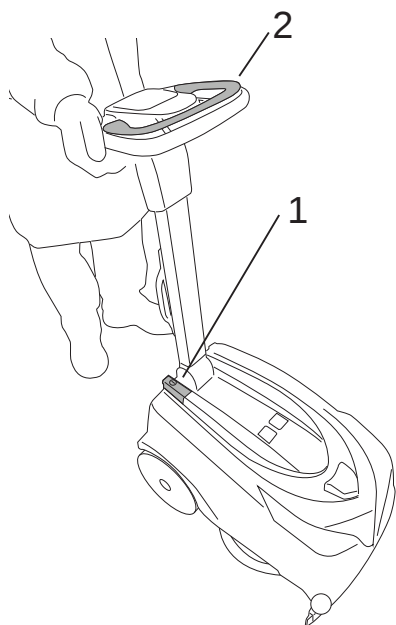
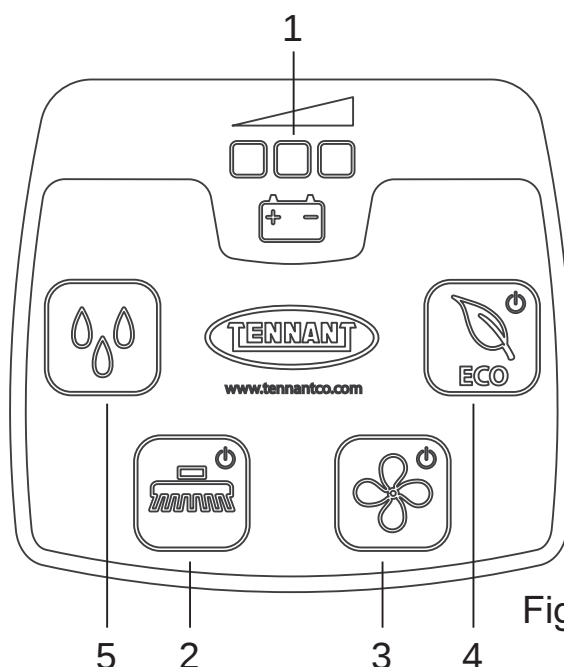

Fig.14
Fig.15
- Главный выключатель (рис. 14 - поз. 1): подключает и отключает электропитание всех функций машины.
- Кнопка щетки (рис. 15 - поз. 2) включает (индикатор включен) и выключает (индикатор выключен) функцию «Щетка»; щетка начинает работать только после нажатия «Рычага управления щеткой» (рис. 14 - поз. 2).
- Кнопка всасывания (рис. 15-поз. 3): включает (светодиод включен) и выключает (светодиод выключен) двигатель всасывания, который обеспечивает сушку обрабатываемого пола. Двигатель начинает работать только после активации с помощью «Рычага управления щеткой».
- Кнопка потока раствора (рис. 15 - поз. 5): для включения, отключения или изменения подачи раствора, выполните следующие действия:
- Кнопка ECO (рис. 15 - поз. 4): включает (светодиод включен) и отключает (светодиод выключен) работу в режиме ECO.